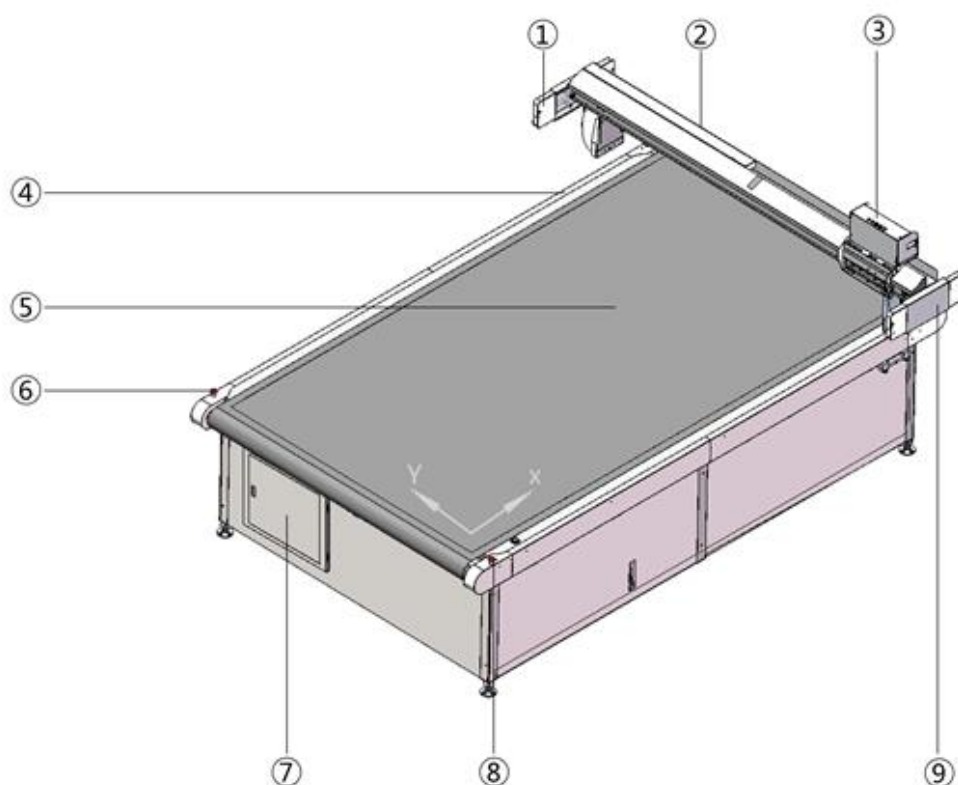

Рис. 1
- Положите портал на стол (два конца портала должны совпадать с круглыми шпильками). Продольная сторона портала с кареткой соответствует фронтальной стороне плоттера (Рис. 1).